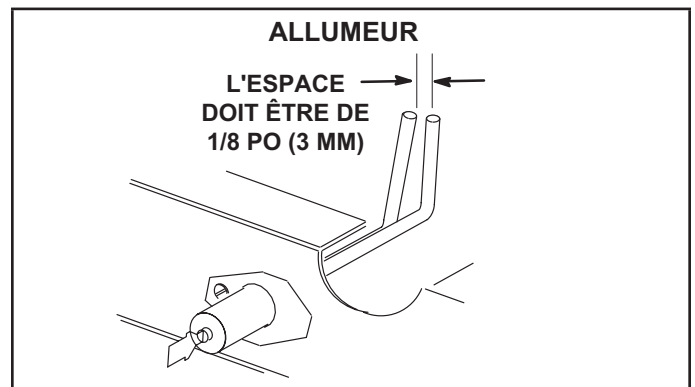

FIGURE 39
- 4 - Localisez l'allumeur sous les brûleurs de gauche. Vérifiez l'écartement des contacts à l'aide de mèches hélicoïdales ou de jauges d'épaisseur de la taille appropriée. Reportez-vous à la FIGURE 39.